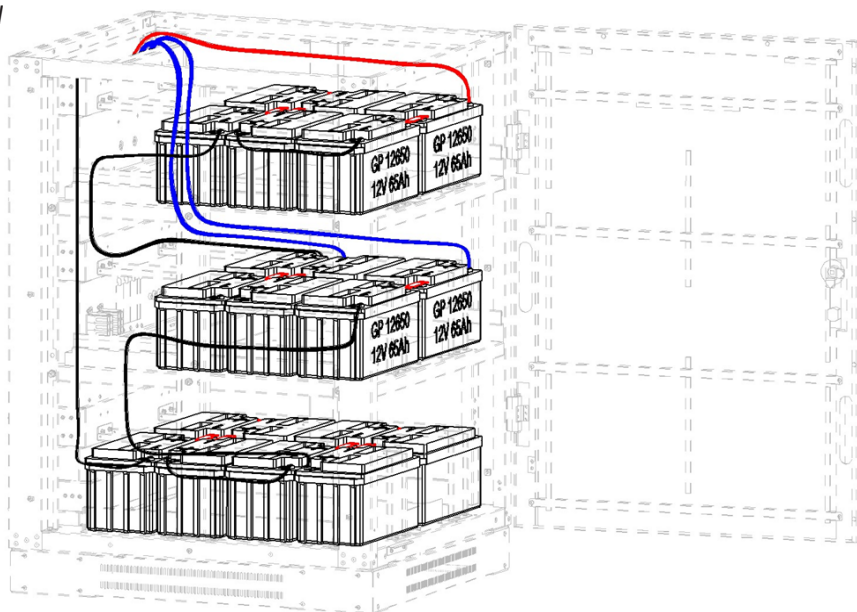
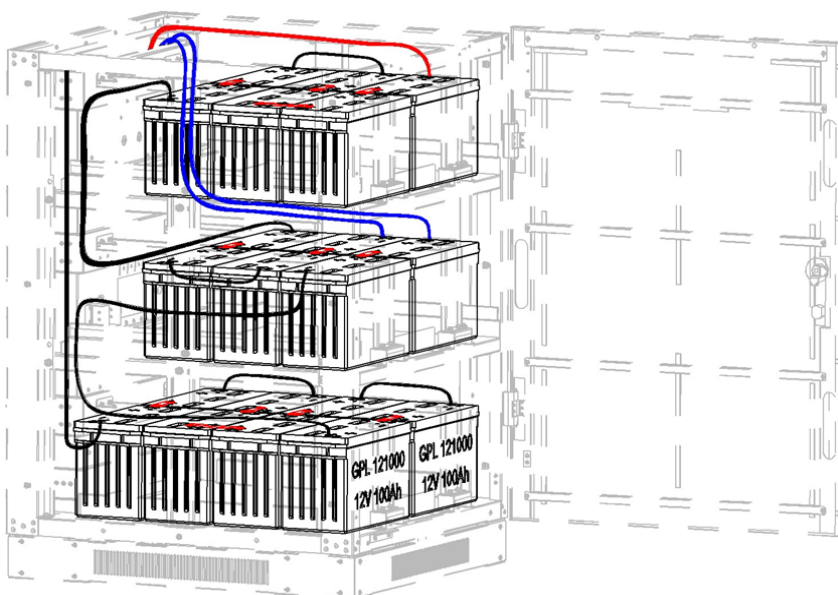
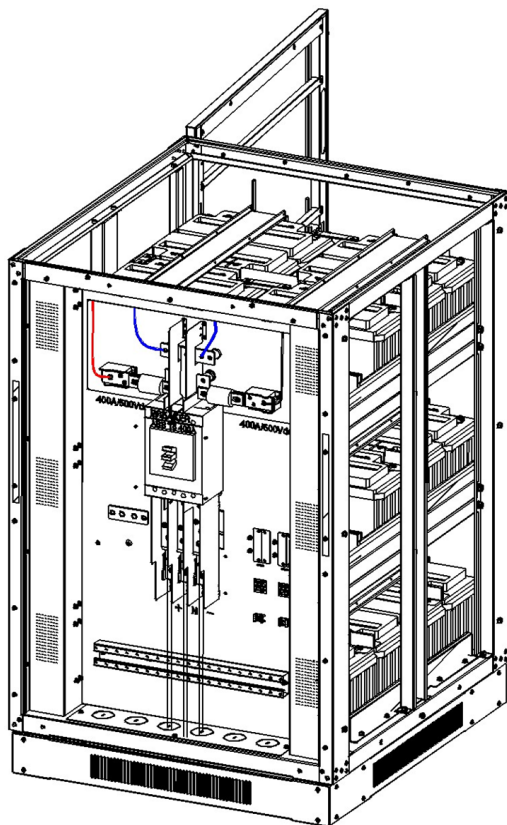

Figura 5-19: Modelo BP240V65-NIB
Figura 5-20: Modelo BP240V100-NIB
Figura 5-21
10. Conecte los cables de la batería 1+ a la barra de bus BAT+ B, Batería 10- a Barra de bus BATN, Batería 11+ a Barra de bus BATN, batería 20- a Barra de bus BAT - y los cables de conexión de capa (Figura 5-19: Modelo BP240V65-NIB o Figura 5-20: Modelo BP240V100-NIB y Figura 5-21).